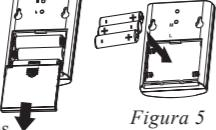

Figura 5
4. Instalación o reemplazo de las baterías en el receptor del timbre para puerta (Consulte la Figura 5)